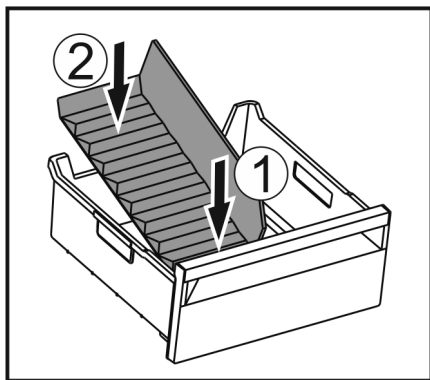

Fig. 147
- ▶ Вставити передню частину перегородки відділення для льоду. Fig. 147 (1)
- ▶ Опустити задню частину перегородки відділення до дна ящика для кубиків льоду. Fig. 147 (2)